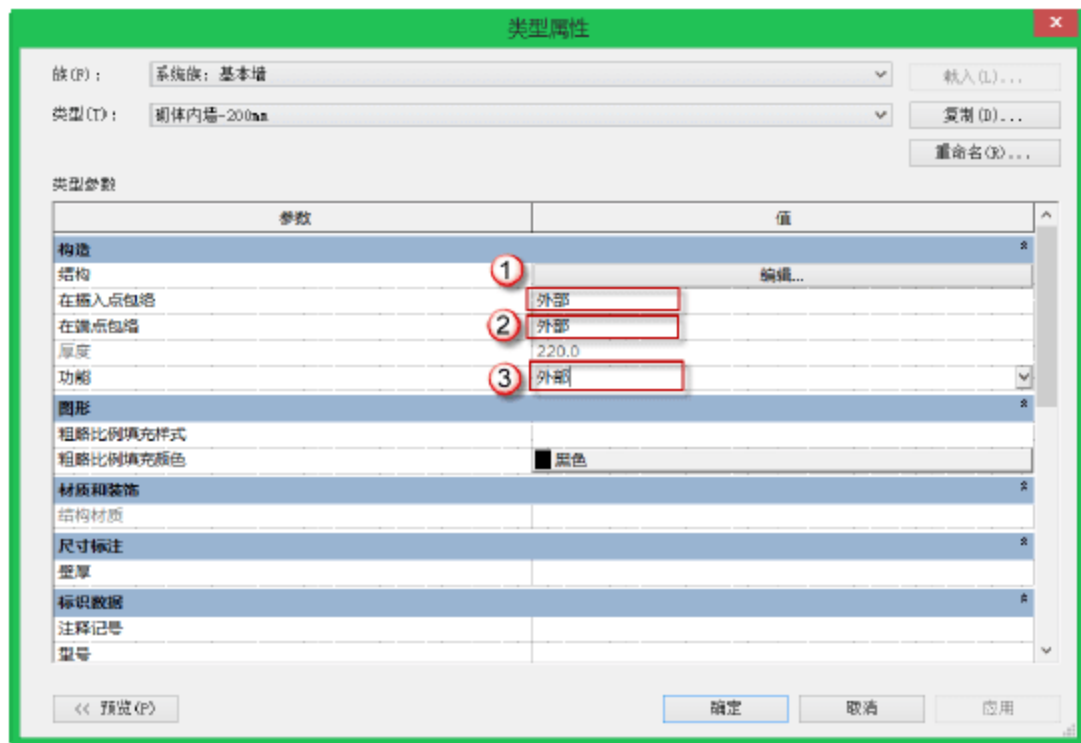

图 10.2.6 编辑“包络”
(8) 编辑“包络”。在“类型属性”对话框中，选择“在插入点包络”后的参数“不包络”→“外部”，再选择“在端点包络”后的参数“无”→“外部”，选择功能参数后的“无”→“外部”，如图 10.2.6 所示。